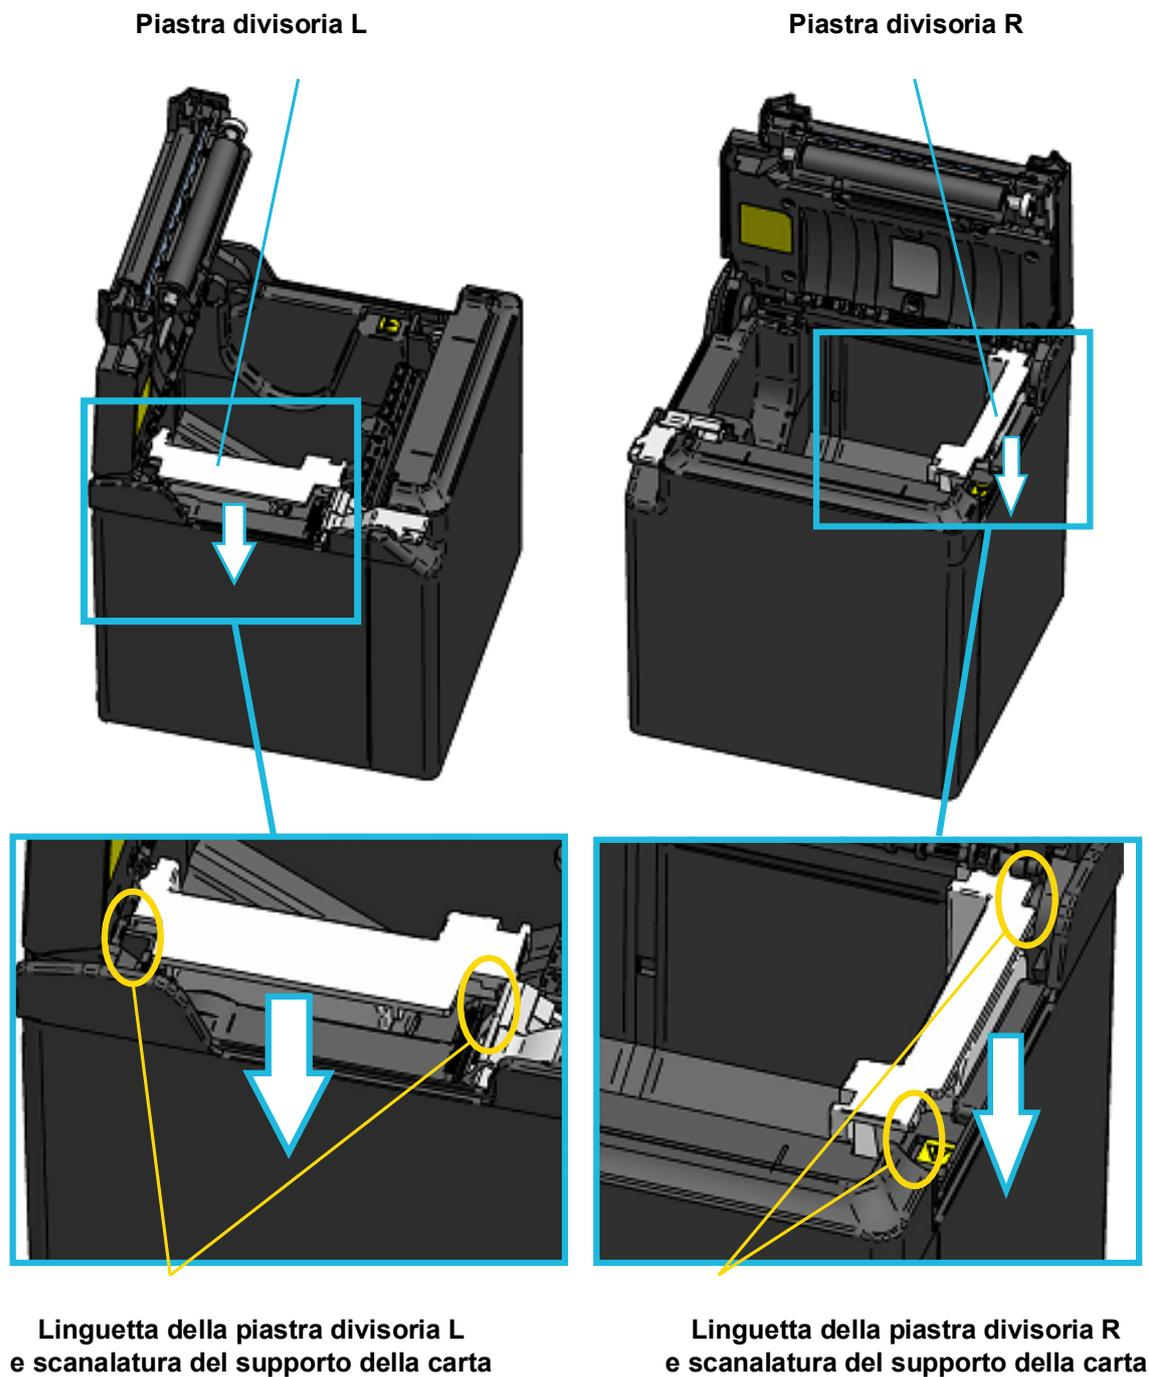

Figura 14-3 Installazione della piastra divisoria (3)
- (5) Far scorrere verso il basso la piastra divisoria L e la piastra divisoria R lungo la parete interna del supporto della carta nella direzione della freccia mostrata nella Figura 14-3. Inserire la piastra divisoria L e la piastra divisoria R fino a quando le linguette (2 su ciascuna) nella parte superiore sono fissate nella scanalatura del supporto della carta.